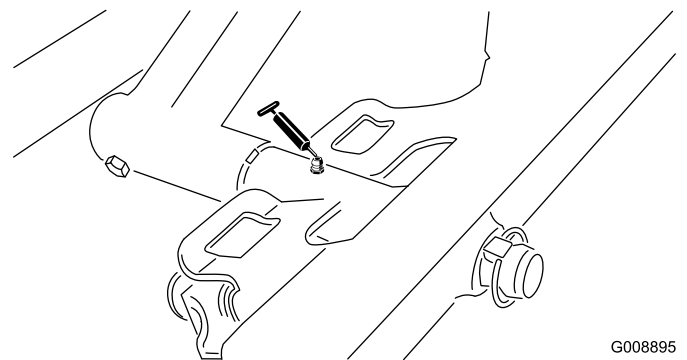

Figure 34
- Pivot de tablier de coupe avant (Figure 34)